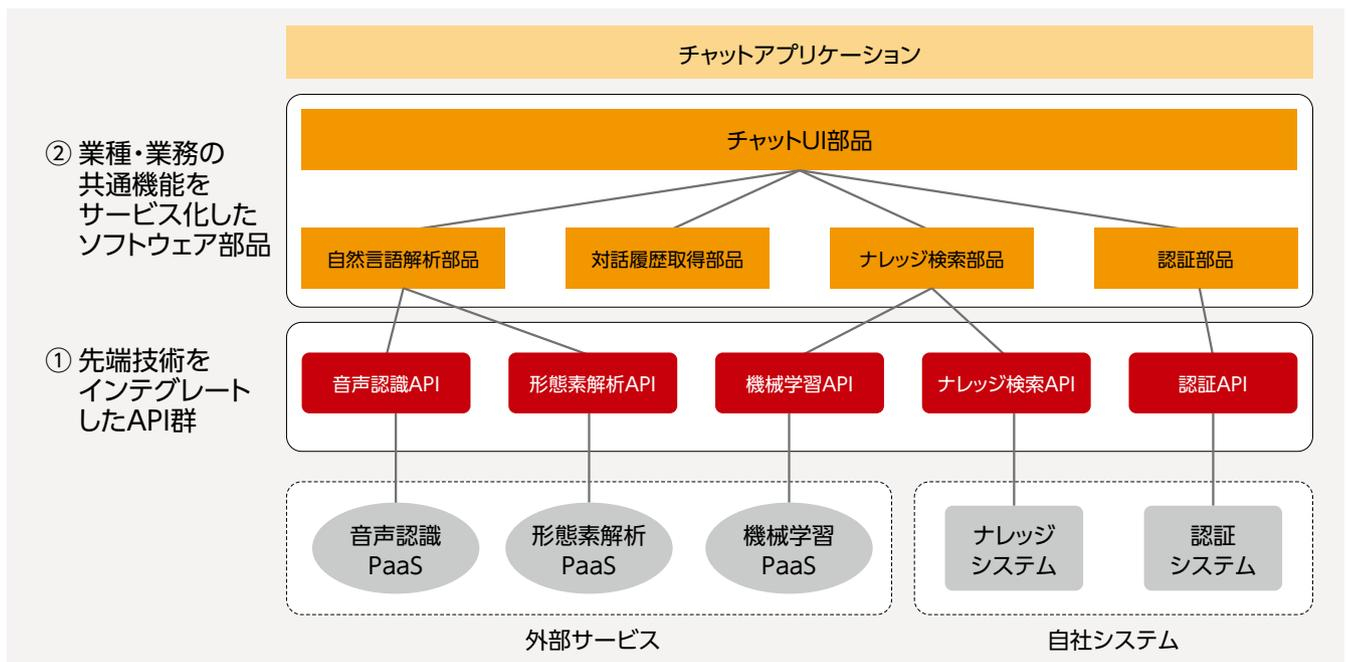

図4: サービス実装を加速させるソフトウェア部品やAPI利用の仕組み
そこで富士通では①「先端技術をインテグレートしたAPI群」と②「業種・業務の共通機能をサービス化したソフトウェア部品」をセットで提供する取り組みを進めている(図4)。言うまでもなくこれらは万能ではないし、むしろ利用シーンは限定される。SoEというよりSoRに近いサービス開発に向く手法である。それでも我々はリスタートアップには欠かせないと考えている。これらは初めの第一歩であり、第一歩をスムーズに踏み出すことでより本格的なSoEに展開できる面もあるからだ。
① 先端技術をインテグレートしたAPI群